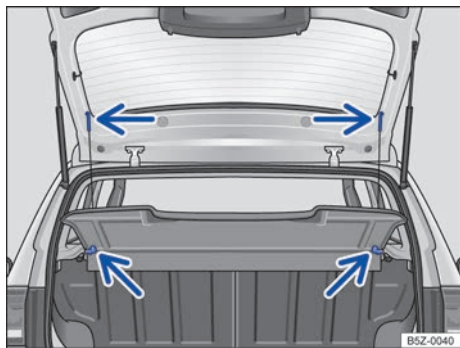

Fig. 76 En el maletero: desmontaje y montaje de la bandeja trasera.
- Desprenda los cordones de retención del soporte de la tapa trasera → **fig. 76** (flechas superiores).
- Retire la bandeja trasera hacia atrás y hacia afuera de los soportes laterales → **fig. 76** (flechas inferiores).
- Empuje la bandeja trasera hacia adelante, introduciéndola en los soportes laterales → **fig. 76** (flechas inferiores).
- Encaje los cordones de retención en la tapa trasera → **fig. 76** (flechas superiores).